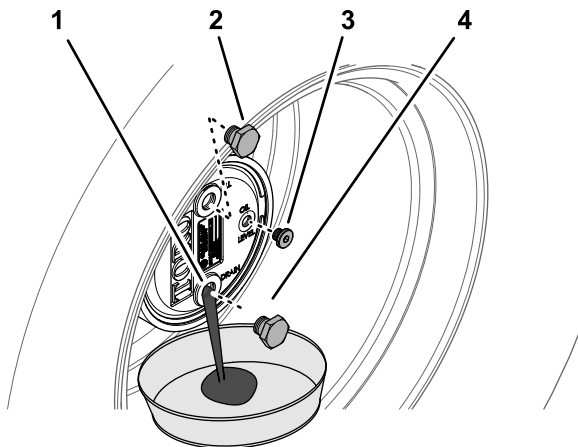

Bild 102
2. Entfernen Sie die Füllschraube, die auf 12 Uhr steht, und die Prüfschraube, die auf 3 Uhr steht (Bild 102).
3. Stellen Sie eine Auffangwanne unter die Nabe des Planetengetriebes, entfernen Sie die Ablassschraube, die auf 6 Uhr steht, und lassen das Öl vollständig ablaufen (Bild 102).
5. Setzen Sie die Ablassschraube in das Ablassloch des Planetengetriebegehäuses ein (Bild 102).